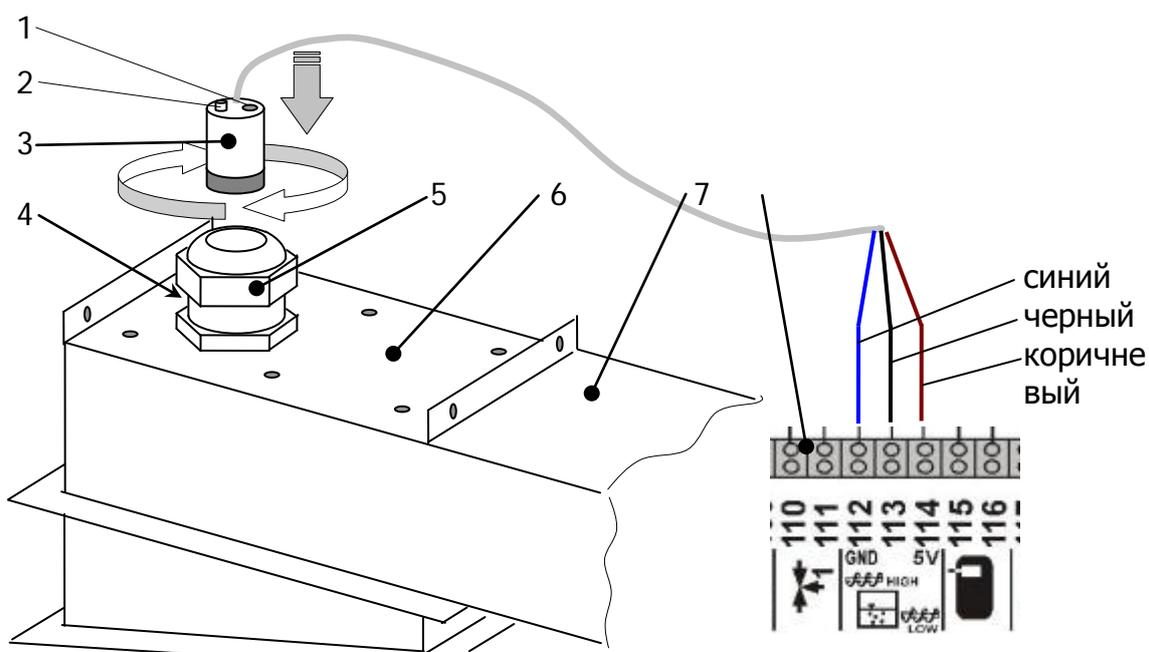
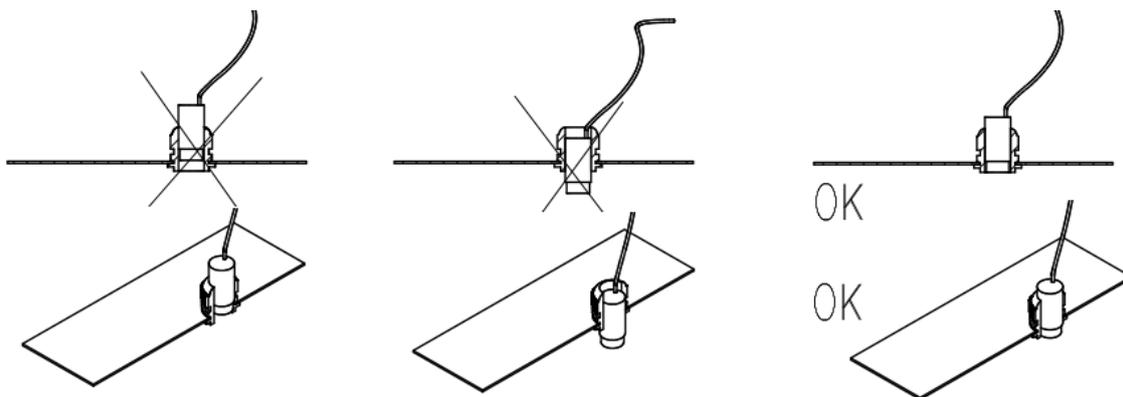

Рис.2.10. Подключение ёмкостного датчика.
Рис.2.11. Правильная установка ёмкостного датчика в зажимной втулке.
Принцип действия ёмкостного датчика (переполнения ячейки) описан в инструкции шкафа управления. Датчик подключить к клеммам шкафа согласно следующей схеме (Рис.2.10.).
Ёмкостный датчик (3, Рис. 2.10.) следует вставить в пластиковую втулку (1) вкрученную в крышку очистки (6) верхнего питателя (7). Для этого ослабьте гайку (5). Датчик вставьте через отверстие гайки, как показано на рисунке, до момента выравнивания поверхности датчика с окончанием заглушки (Рис. 2.11.). Для этого лучше всего открутить крепежные болты и после поднятия крышки для очистки посмотреть, когда передок датчика сравняется с втулкой. Затем, придерживая ёмкостный датчик (3) докрутите гайку втулки, блокируя тем самым возможность случайного перемещения датчика.
После монтажа следует отрегулировать чувствительность датчика. Для этого, при включенном шкафу, необходимо вкрутить регулировочный винт (1, Рис. 2.10.) до тех пор, пока не загорятся индикаторы (2, Рис. 2.10.). Затем повернуть регулировочный винт в обратном направлении, пока не погаснет индикатор, после чего дополнительно сделать еще один полный оборот.